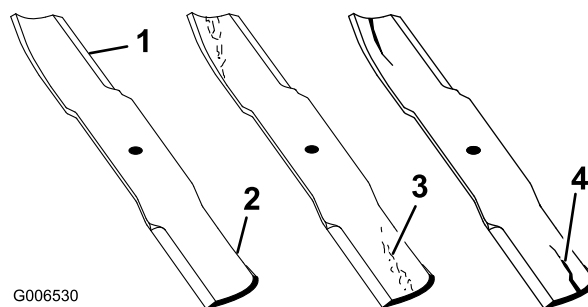

Figure 84
1. Examinez le tranchant des lames (Figure 84). Si les lames ne sont pas tranchantes ou si présentent des indentations, déposez-les et aiguiser-les. Voir la Affûtage des lames (page 64).
2. Inspectez les lames, surtout la partie relevée (Figure 84). Remplacez immédiatement toute lame endommagée, usée ou qui présente une entaille (Figure 84).